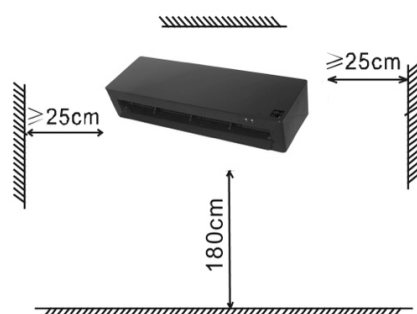

Fig.1
1. Predisporre uno spazio per installare l'apparecchio (Fig. 1).